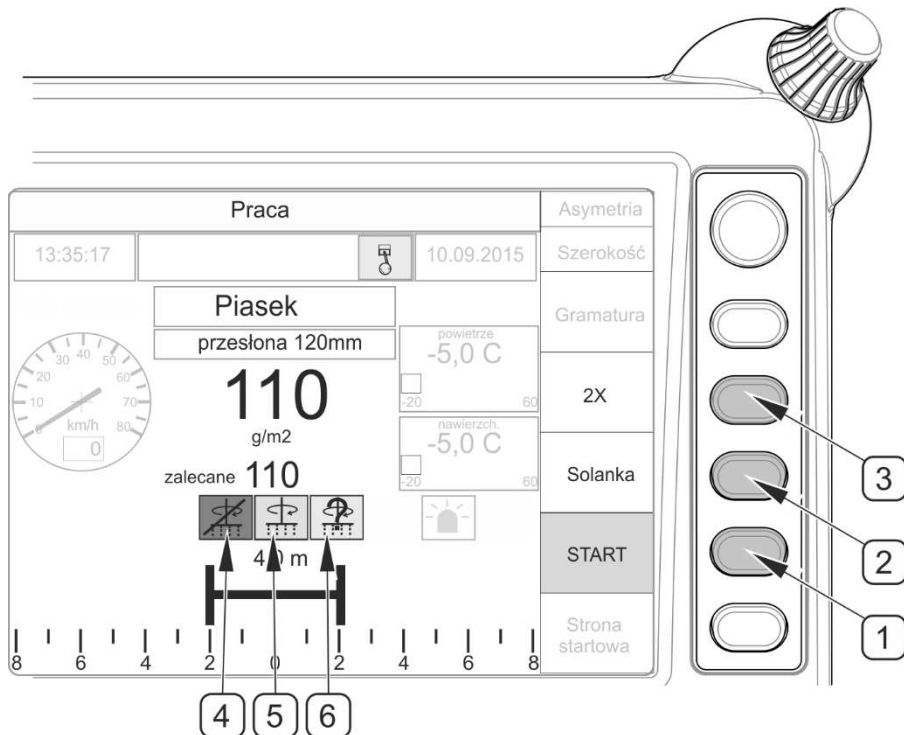

РИСУНОК 4.25 Запуск разбрасывания
Включить разбрасывание при помощи кнопки (1) на рабочей странице "Работа" пульта управления (РИСУНОК 4.25), при этом начнет подсвечиваться функция "Старт". Включение привода разбрасывающего диска и ленточного транспортера сигнализируется контрольной лампочкой (4). Разбрызгивание соляного раствора включается и выключается при помощи кнопки (2) "Соляной раствор" (недоступно для песка). Для мгновенного двукратного увеличения дозы разбрасываемого материала служит кнопка (3), обозначенная символом "2X".